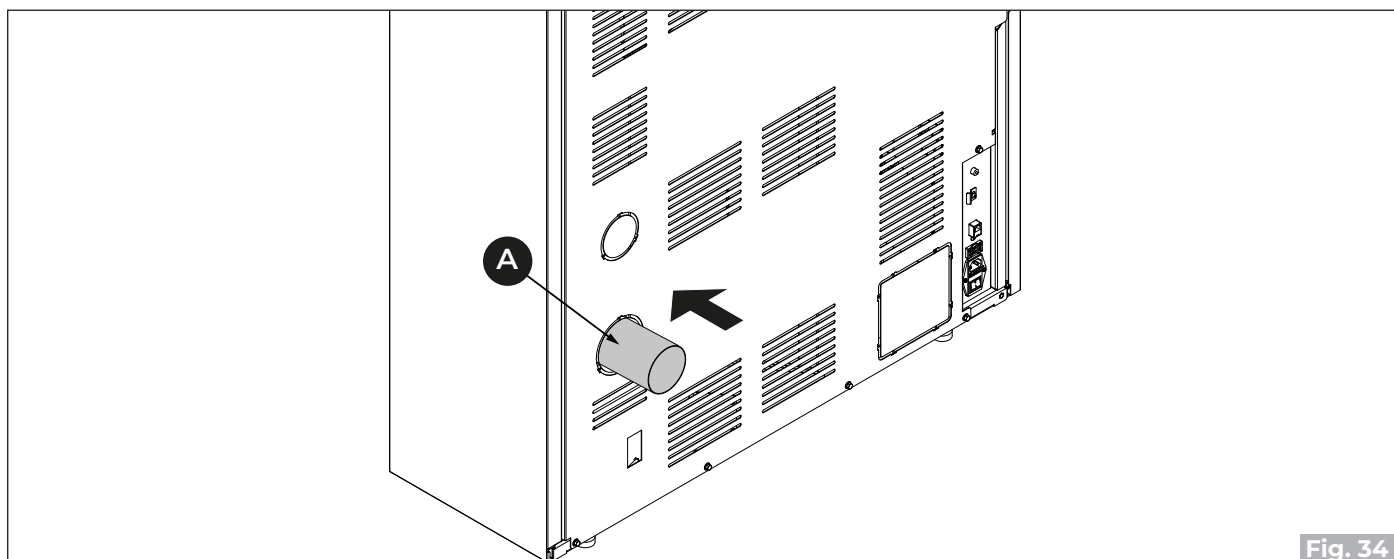

Fig. 34
- Priključite cev za odvod dimnih plinov **(A)** ("Fig. 34").